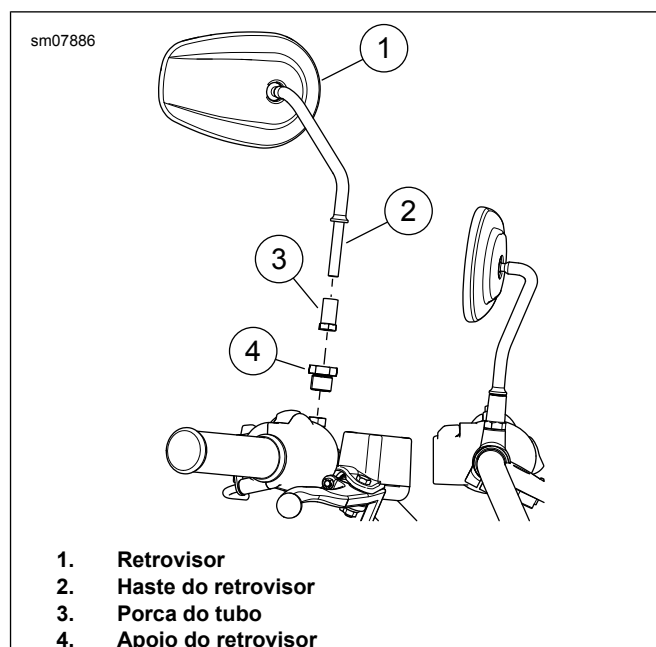

Figura 2. Retrovisor
1. Ver a Figura 2. Remova o retrovisor.
- a. Retire o retrovisor (1).
- b. Retire a porca do tubo (3).
- c. Retire o apoio do retrovisor (4).
1. Ver a Figura 2. Instale o retrovisor.
- a. Instale o apoio do retrovisor (4). Aperte.